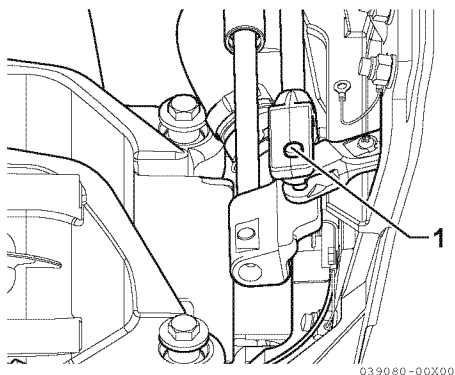

Abbildung 7
3. Den Schälkelbolzen der Ruderanlage (1, **Abbildung 7**) schmieren.